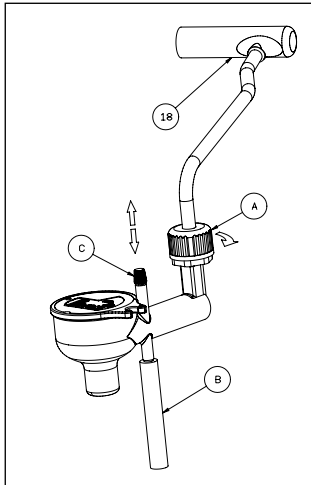

FIG 2
- Stellen Sie sicher, dass das Handrad (4) des Dampfahns geschlossen ist, (Foto B);
- Drehen Sie die Dampfduse (12) im Uhrzeigersinn bis zur Endposition und ziehen Sie die Dampfduse aus Ihrem Sitz heraus, indem Sie sie nach rechts ziehen, (Foto N). Setzen Sie die Vorrichtung zur Cappuccino Automatik in das Dampfrohr (18), indem Sie sie so weit nach oben drücken, bis das Dampfabgaberohr am Stutzen anliegt; ziehen Sie anschließend den Gewindekranz wieder fest, indem Sie ihn im Uhrzeigersinn drehen. (Fig. 2);
- Setzen Sie in dieselbe Aufnahme die Vorrichtung mit der Cappuccino Automatik (b) ein, indem Sie nach links schieben, (Foto 2). Drehen Sie die Vorrichtung mit der Cappuccino Automatik (17) gegen den Uhrzeigersinn bis zur Endposition.